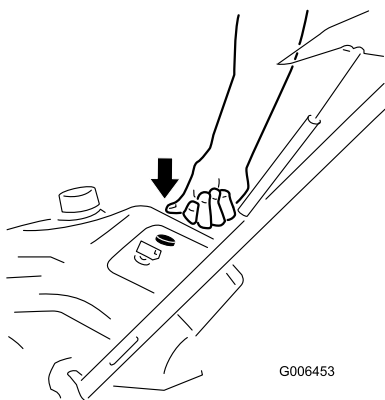

Figure 16
3. Appuyez fermement sur l'amorceur avec le pouce comme indiqué sur le graphique ci-dessous, en marquant une pause d'une seconde chaque fois (Figure 16).